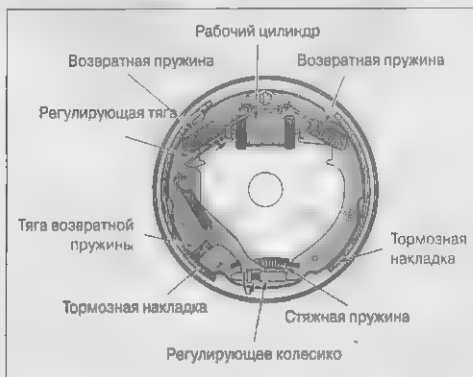

Рис. 18.7 Саморегулирующийся механизм тормоза Delco Moraine (по мере износа накладок регулирующие тяги и пружины автоматически регулируют работу тормозов)
12. Присмотритесь к *самоустанавливающемуся механизму* на ваших тормозах (на рис. 18.7–18.9 показаны часто применяемые самоустанавливающиеся механизмы). Найдите трос, который идет от опорного пальца, расположенного над рабочим тормозным цилиндром, вокруг опорного диска к регулирующему приспособлению внизу.